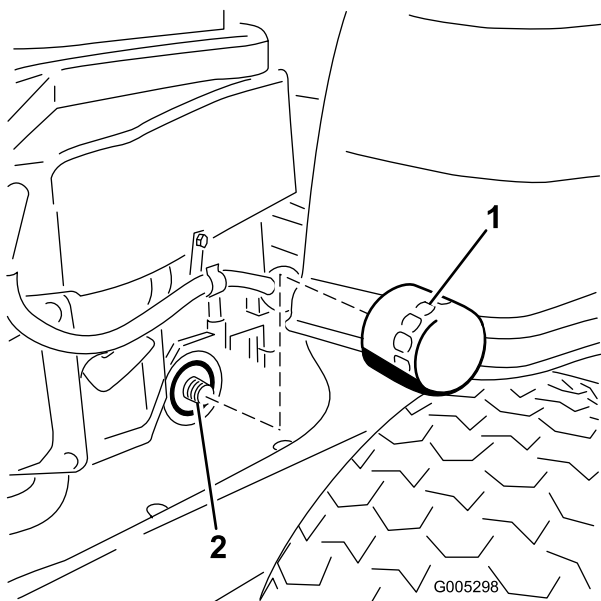

Figure 31
9. Trouvez l'emplacement du filtre à huile du côté droit du moteur. Déposez le filtre à huile usagé et essuyez l'adaptateur du filtre à l'aide d'un chiffon propre (Figure 31).
11. Posez le filtre à huile de rechange sur l'adaptateur. Tournez le filtre dans le sens horaire jusqu'à ce que le joint soit en appui contre le socle, puis donnez de 3/4 à 1 tour supplémentaire (Figure 31). Essuyez l'excédent d'huile sur le châssis.